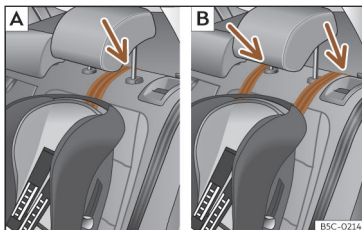
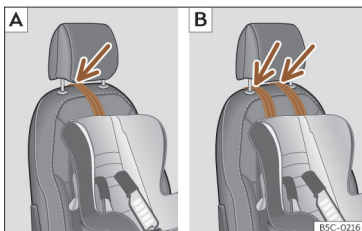

Fig. 44 Bancos traseiros: ajuste e montagem em função do cinto Top Tether.
Fig. 45 Banco do passageiro: ajuste e montagem em função do cinto Top Tether.
- Coloque a correia por baixo do encosto de cabeça (em função das instruções da própria cadeira, levante ou retire o encosto de cabeça se for necessário) >>> **Fig. 44**, >>> **Fig. 45**.